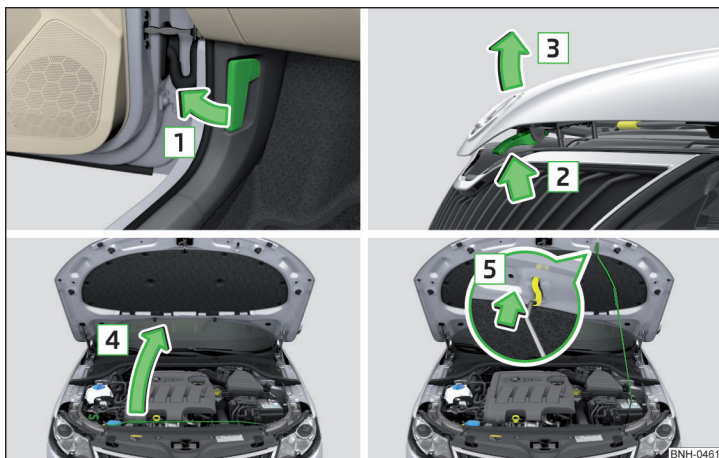

Fig. 143 Deschiderea capotei
- Trageți de maneta de deblocare de sub planșa de bord, în sensul săgeții **1** » fig. 143.
Nu ridicați niciodată capota motorului prin prindere de maneta de deblocare » fig. 143.